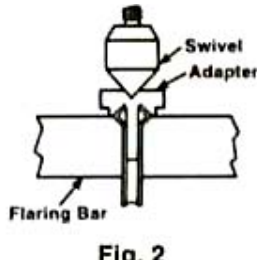

Fig. 2
3. アダプターの軸を管に差し込んでください。ヨークをバーにセットします。アダプターを押し込む位置にセンターシャフトを揃えます。センターシャフトの押すアダプターがバーにつくまでハンドルを時計方向に回します。(図2)